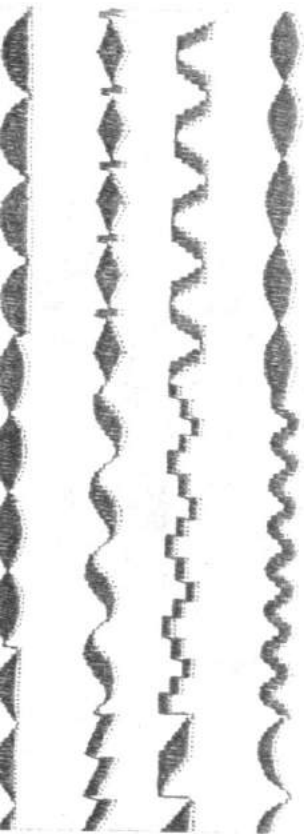

Fig. 74
- a) Combinaisons dans une seule et même couture, voir fig. 74